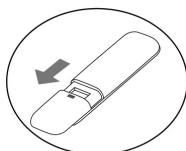

Fig.1
- Öppna utrymmet för batterierna genom att skjuta locket enligt pilens riktning (Fig. 1).